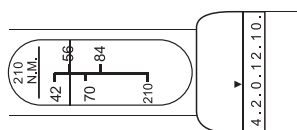

Fig. 1
- Positionnez l'échelle principale sur la valeur avec la division „56” et le réglage de précision sur „0”. La clé dynamométrique est maintenant réglée sur 56 Nm (Fig. 1).